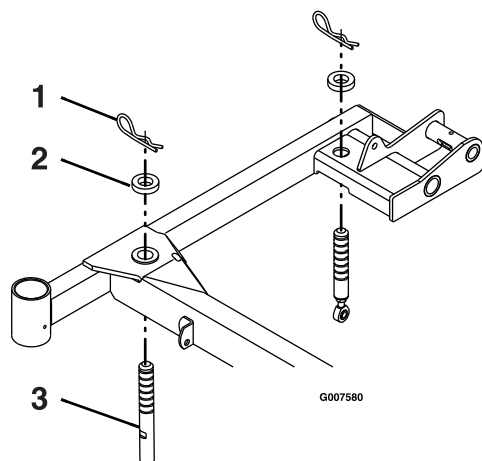

Figura 63
4. Compruebe que todos los pasadores de horquilla están en los taladros de altura de corte de 7.62 cm (3") con los espaciadores debajo de los pasadores de horquilla (Figura 63).
5. Acorte o alargue cada pasador de soporte de la carcasa de corte para obtener una altura en la punta de las cuchillas de 7.62 cm (3") en la parte delantera de la carcasa y 8.26 cm (3¼") en la parte trasera de la carcasa (Figura 63).